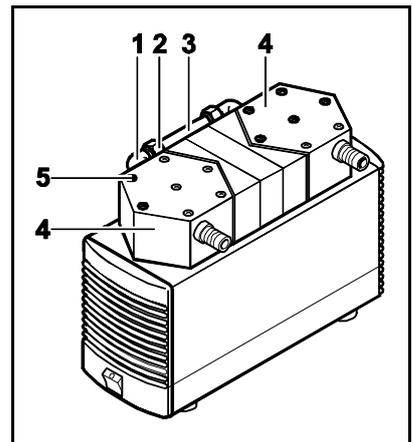

Fig. 6: Démontez la tête de pompe
3. Enlever les vis extérieures (fig. 6/5) des têtes de pompe.